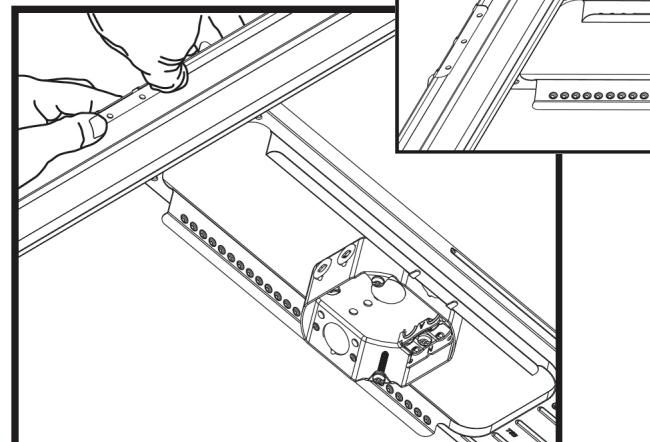

Figure 2
4. Pliez le guide autour du bord de la fourrure de métal tel qu'illustré sur la Figure 2.